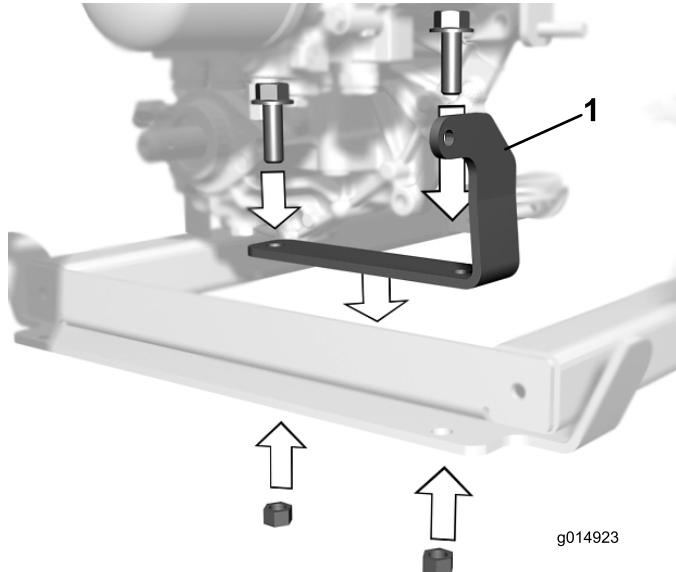

図 2
3. フレームに、シリンダ取り付けプレートを固定する；  $1/2 \times 1\text{-}1/2$  インチのフランジ・ヘッドねじ（2本）と先ほど外したナットを利用する（図 2）。